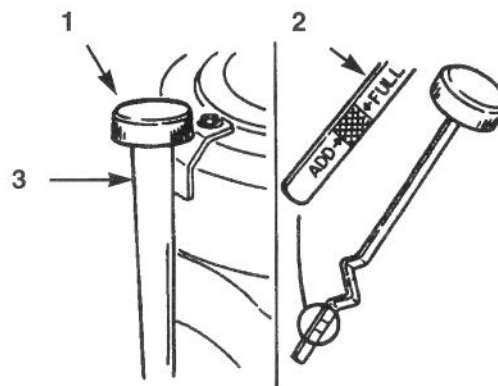

Figure 32
5. Revisser la jauge à fond dans le tube de remplissage (Fig. 32), puis la retirer à nouveau et vérifier le niveau sur la tige. Si le niveau est bas, verser doucement suffisamment d'huile dans le tube de remplissage pour atteindre la marque FULL (PLEIN).
6. Verser approx. 80% de la quantité d'huile spécifiée dans le tube de remplissage (Fig. 32), puis contrôler le niveau; se reporter à la section *Contrôle du niveau d'huile*.